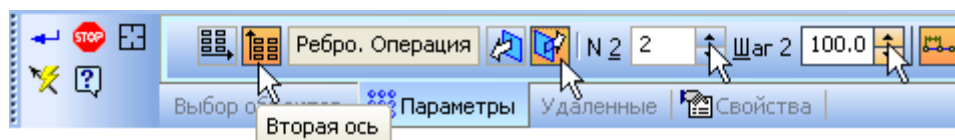

Рисунок 18.
- На Панели свойств включите кнопку Вторая ось  (рис.18).